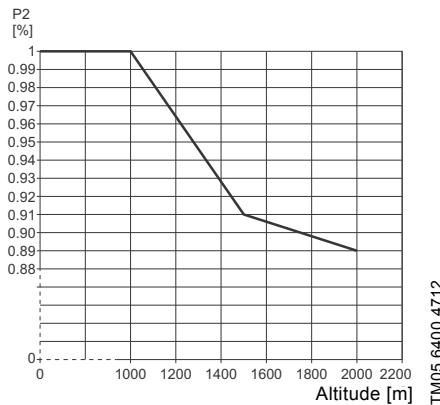

Fig. 3 Réduction de la puissance moteur (P2) par rapport à l'altitude
- Les moteurs installés à plus de 1000 m d'altitude ne doivent pas tourner à plein régime à cause de la faible densité et par conséquent du faible refroidissement. Voir fig. 3.